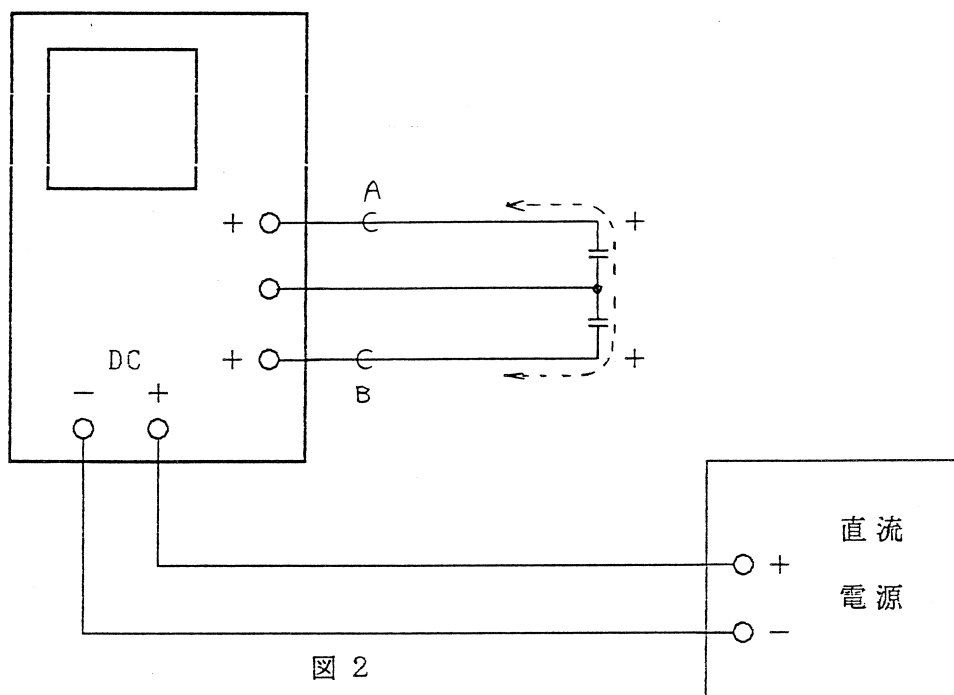

図 2
(1) 負荷（コンデンサ）及び外部直流電源の接続
- ① 本電源、直流電源、及び負荷を図2の接続にします。
- ② 本電源スイッチ、直流電源スイッチを投入し、本電源の電流設定つまみで必要な電流に設定します。
- ③ 高周波電流は図2の波線のルートで流れます。電流波形の観測はA点または、B点に電流プローブを挿入して測定します。